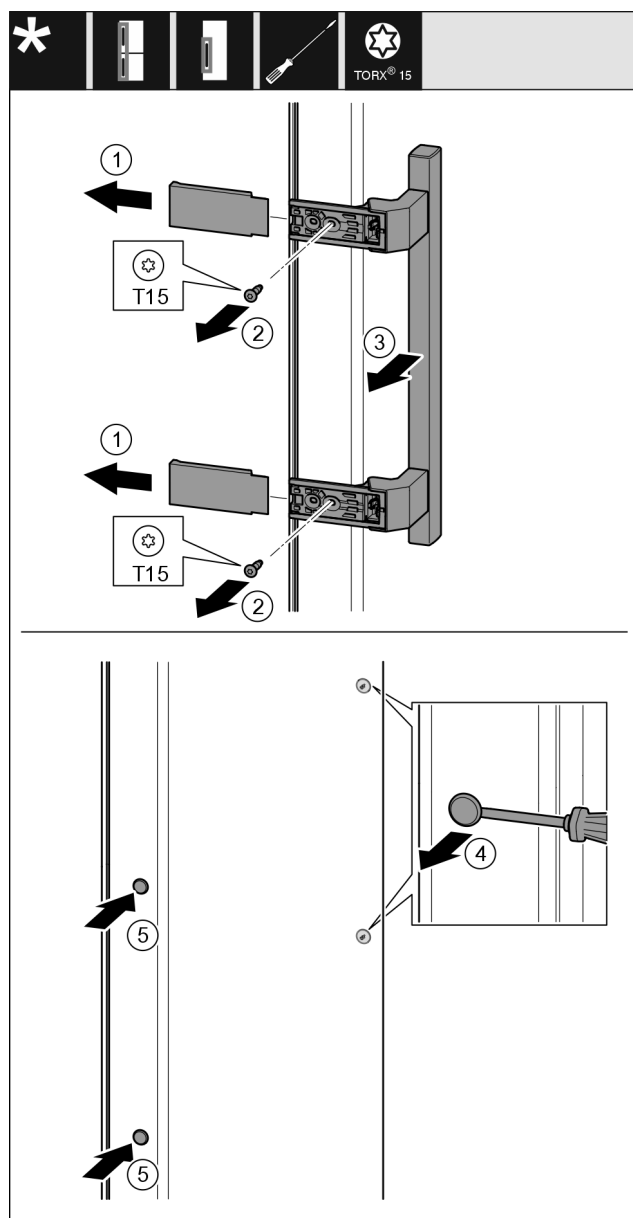

Fig. 46
- Retirer le cache Fig. 46 (1).
- Retirer les vis Fig. 46 (2) avec un tournevis.
- Retirer la poignée Fig. 46 (3).
- Soulever et retirer avec précaution le cache latéral Fig. 46 (4) avec un tournevis plat.
- Replacer le cache Fig. 46 (5) de l'autre côté.